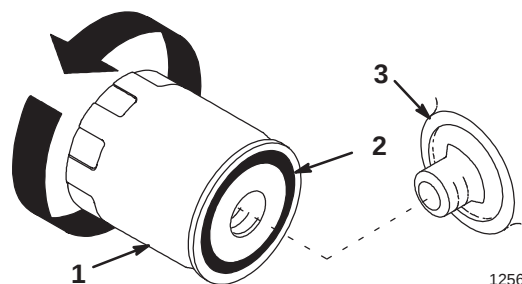

Figure 17
- Changez le filtre à huile au besoin (Fig. 17).
- Déposez le filtre à huile usagé et essuyez la surface du joint de l'adaptateur (Fig. 17).
- Appliquez une fine couche d'huile neuve sur le joint en caoutchouc du filtre de rechange (Fig. 17).
- Tournez le filtre dans le sens horaire jusqu'à ce que le joint rejoigne l'adaptateur, puis donnez 1/2 à 3/4 de tour supplémentaire (Fig. 17).